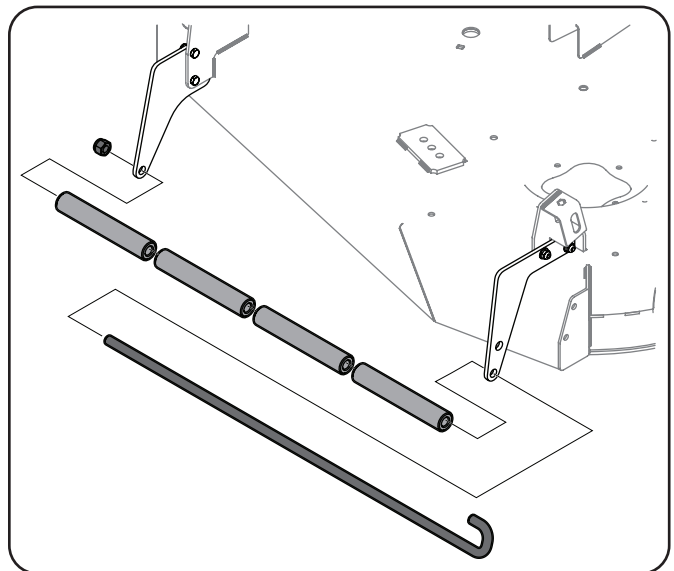

Figure 1-16
3. Alignez les quatre galets (n° 5) à l'intérieur des supports et faites glisser la goupille du galet (n° 2) à travers le centre des galets et dans l'orifice de montage du support de galet de droite (n° 7), en veillant à ce que l'extrémité en J du crochet de la goupille soit fixée dans l'orifice de montage du support. Consultez la Figure 1-16.
4. Sécurisez l'extrémité de l'axe de galet avec un écrou de blocage 1/2 (n° 4). Consultez Figure 1-16.